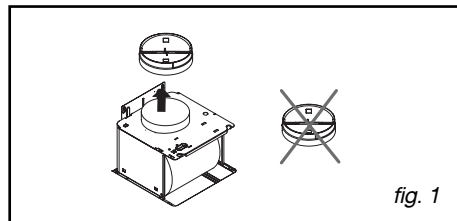

fig. 1
– Tracez un trait horizontal à 70 cm minimum du plan de cuisson (A/fig.1).
– Tracez un trait vertical (B/fig.1) sur le mur, centré par rapport au plan de cuisson et allant du plafond jusqu'en limite du trait horizontal précédent (A).
– Découpez le gabarit de perçage suivant les pointillés indiqués pour obtenir 2 parties, C1 et C2 (fig.1).
– Placez le gabarit C2 (fig. 1) sur le mur en superposant le trait représentant l'axe de la hotte sur le trait vertical B (fig.1) tracé précédemment.
– Placez le gabarit C1 (fig. 1) contre le mur et en butée contre le plafond.
– Vissez les deux vis du haut de la hotte (D/fig.1) en les laissant dépasser de 5 mm.
– Fixez contre le mur, en appui sur le plafond, le support de cheminée métallique avec les deux vis (fig. 1).
- Retirez le clapet anti-retour (fig. 1).
- **Démontage du filtre cassette (fig. 1)**
- Retirez le hublot (fig. 1).